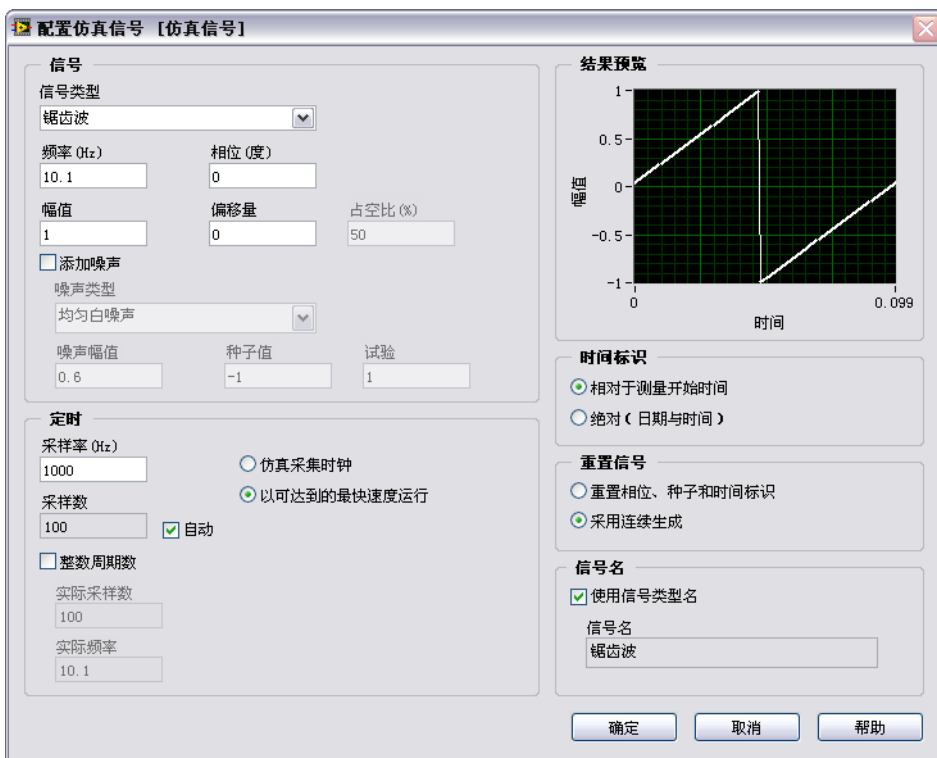

图 1-5 配置仿真信号对话框
**结果预览**区域中显示的图形将变为锯齿波。**配置仿真信号**对话框应如图 1-5 所示。